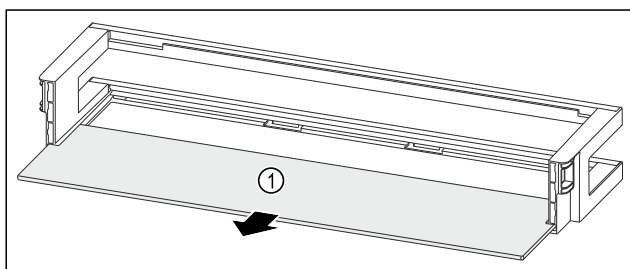

Fig. 96 Dveřní přihrádka s odkládací plochou
- Odkládací plochu Fig. 96 (1) odeberte.